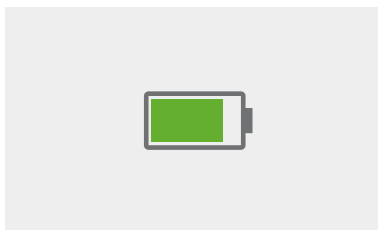

Рис. 13
- При зарядженні рівень заряду акумулятору буде відображатися на екрані (рис. 13).